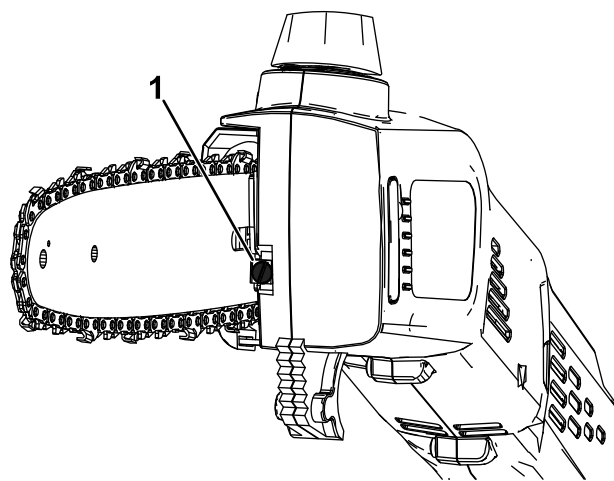

**Figura 18**
4. Gire el pomo de la cubierta en sentido antihorario para aflojar la cubierta, pero no la retire (Figura 18).
5. Ajuste la tensi n de la cadena usando el tornillo tensor de la cadena (Figura 19), y luego sujete la cubierta lateral a la sierra de p ertiga girando el pomo de la cubierta en sentido horario antes de comprobar la tensi n (Figura 18).